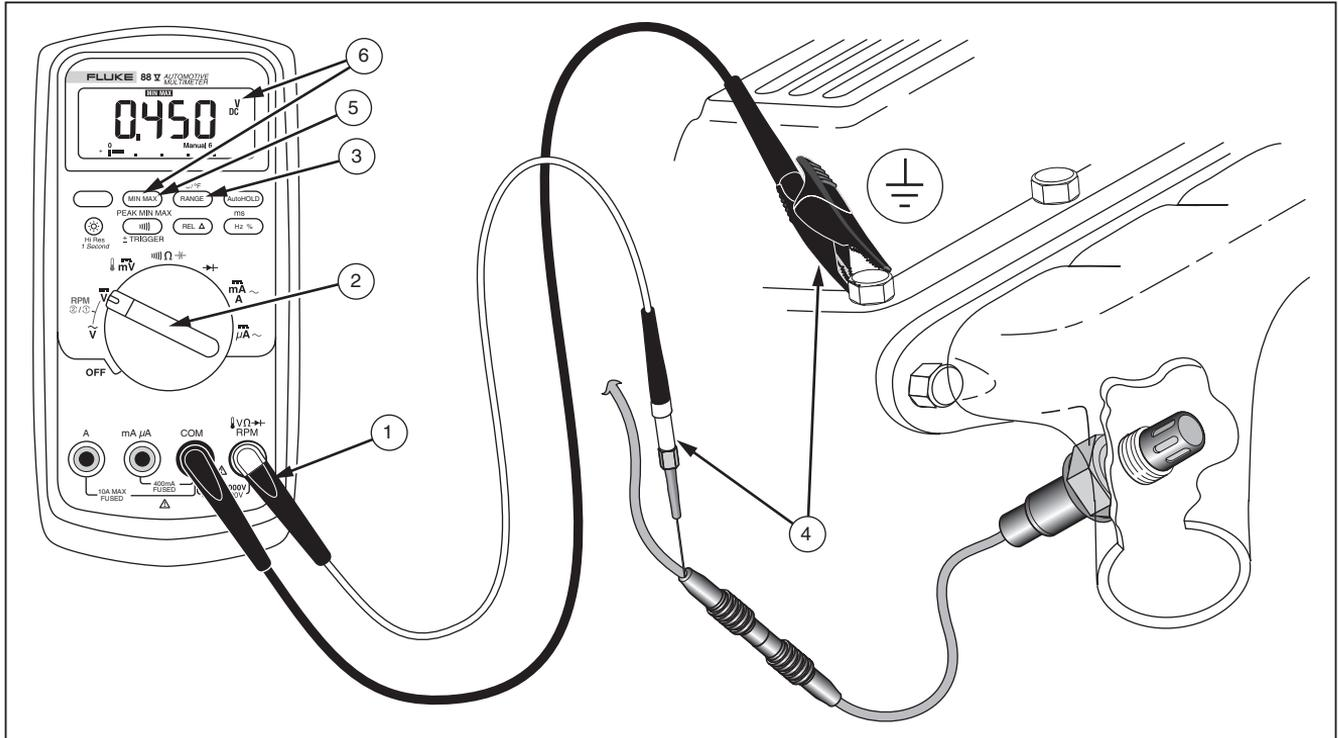

Abbildung 14. Messen von Spannung an einem typischen Sauerstoffsensor
1. Den Motor abschalten und die Messleitung gemäß Abbildung 14 in die Eingangsanschlüsse einführen.